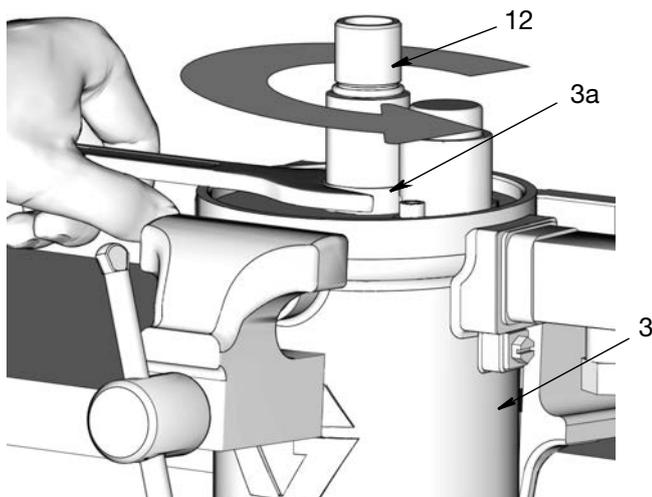

FIG. 17
13. Afloje la tuerca (3a) y saque el cilindro de la bomba (12) del cilindro del motor neumático (3) (FIG. 17).